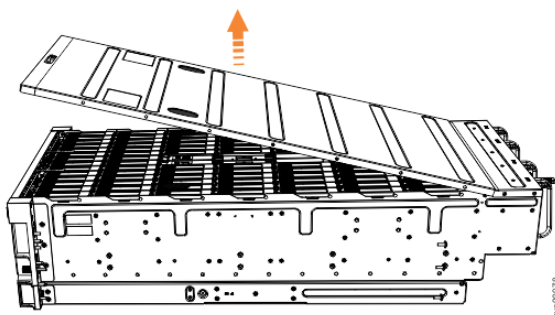

Figure 53. Retrait du capot du boîtier d'extension 5U
3. Soulevez le capot avec précaution, comme indiqué dans la Figure 53, à la page 56.